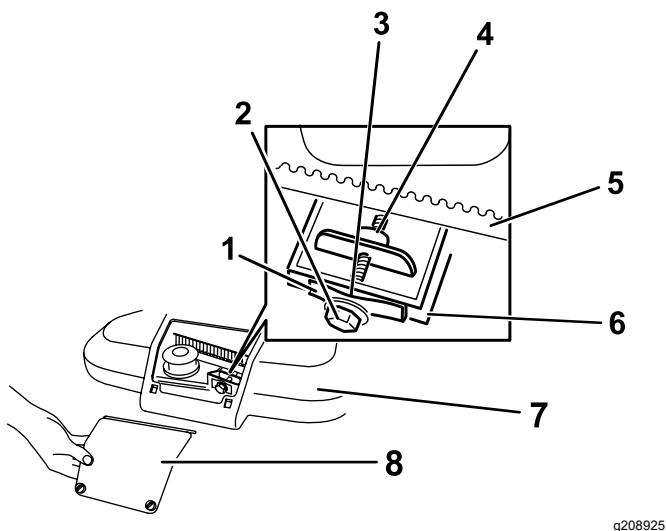

Figura 32
1. Allentate i 2 dispositivi di fissaggio a un quarto di giro sul pannello di accesso del copricinghia e rimuovete il pannello (Figura 32).
Nota: Se il gioco tra calibro e molla è visibile, serrate il bullone e il dado di regolazione in modo che il carico scorra con difficoltà attraverso il gioco (Figura 32).